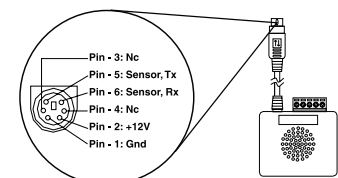

Рисунок 1: Разъем PS/2 датчика EnviroSense
- Подключите разъем PS/2 датчика EnviroSense (рисунок 1) к порту PS/2 вспомогательной платы SNMP. Для определения расположения этого порта обратитесь к документации, прилагаемой к плате SNMP (или PDU).